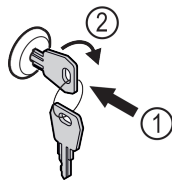

Fig. 140
- ▶ Vstavite ključ Fig. 140 (1).
- ▶ Ključ obrnite v smeri urnih kazalcev za 90° Fig. 140 (2).